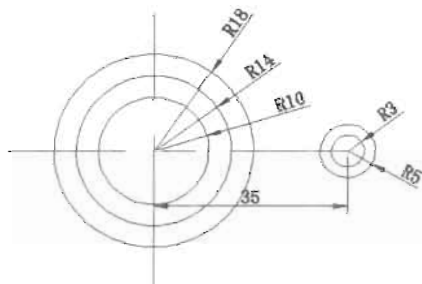

图 14-160
(2) 以辅助线的交点为圆心, 绘制 3 个半径为 10mm、14mm 和 18mm 的圆; 然后在距离圆心 35mm 的水平位置上绘制两个半径为 3mm 和 5mm 的圆, 如图 14-160 所示。